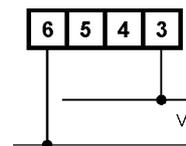

Fig.2
- Quando è impiegato come voltmetro, eseguire i collegamenti di Fig. 2 e seguire le indicazioni di TAB. A.
- When the device is applied as voltmeter, the wiring showed in Fig. 2 and the instructions of TAB.A have to be made.